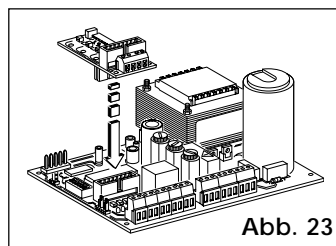

Abb. 23
**624 FSW KARTe (Abb. 23)**
**624 SLAVE KARTe (Abb. 23)**